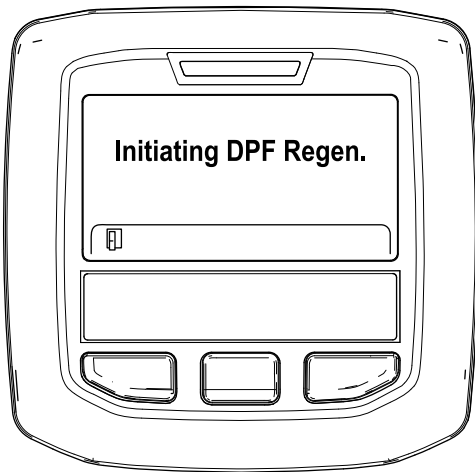

Figura 38
- A. Se muestra el mensaje “Initiating DPF Regen.” (Iniciando regeneración de DPF) (Figura 38).